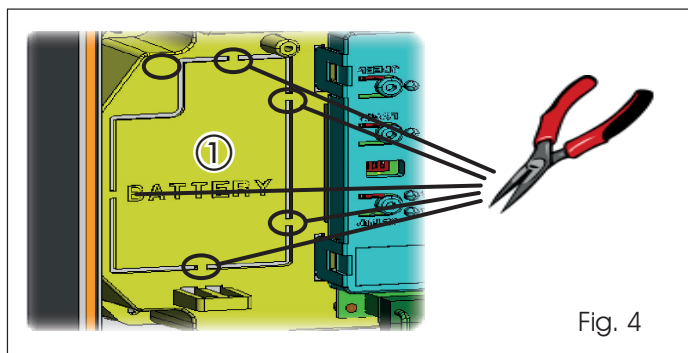

Fig. 4
Stödet (ref ① i Fig.4) har utformats för att medge öppning av batterifacket.